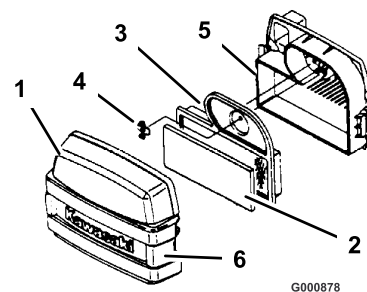

Figure 32
4. Nettoyez la surface autour du filtre à air pour éviter que des impuretés n'endommagent le moteur en tombant à l'intérieur. Dégagez les deux fixations latérales et déposez le couvercle du filtre à air (Figure 32).
5. Sortez délicatement l'élément en mousse de l'élément en papier (Figure 32).
6. Dévissez l'écrou à oreilles et retirez l'élément en papier (Figure 32).
1. Glissez délicatement l'élément en mousse sur l'élément en papier (Figure 32).
2. Posez l'ensemble filtre à air sur sa base et fixez-le avec l'écrou papillon (Figure 32).
3. Remettez en place et verrouillez le couvercle du filtre à air (Figure 32).